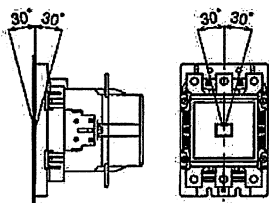

図1
- (1) 湿気、じんあい、振動の少ない所に設置してください。
- (2) 垂直面に取付けてください。許容傾斜角度は、30°以内です。(図1)
- (3) サーマルリレーと組合せできる電磁接触器は、下表をご参照ください。